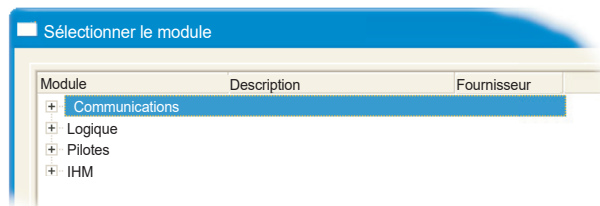

Figure 4.3.21m Liste des communications (non développée)
2. Développez la liste de communications (cliquez sur le symbole +) (figure 4.3.21m)